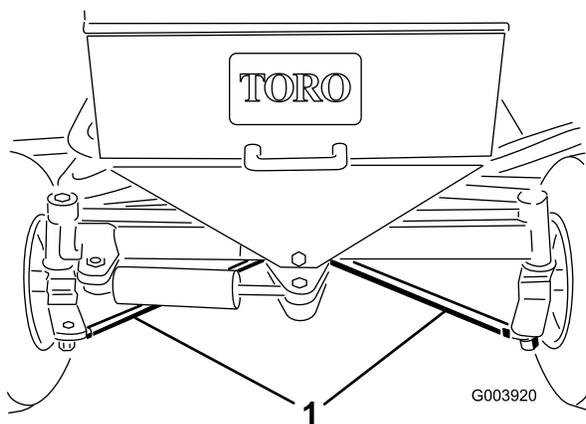

Figura 65
2. Allentate i controdadi su entrambi i tiranti (Figura 65).